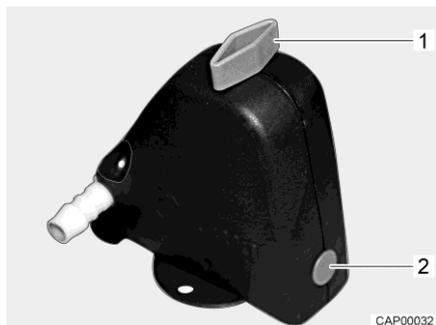
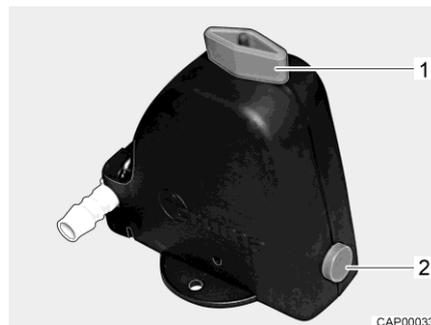

Fig. 136 Válvula de seguridad/purga cerrada
Fig. 137 Válvula de seguridad/purga abierta
- Abrir la válvula de seguridad/purga (Fig. 136). Para ello, girar el botón giratorio (Fig. 136,1) a la posición longitudinal en referencia a la válvula de seguridad/purga. El botón (Fig. 136,2) salta hacia fuera. La válvula de seguridad/purga abierta se muestra en Fig. 137.